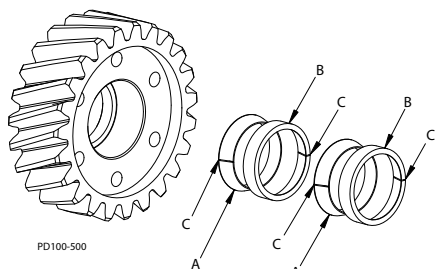

Рисунок 60 - Устройство блокировки в сборе
3. Элементы блокировки (Рисунок 61, пункт 25, подробно описанные в Рисунок 60) состоят из щелевого внутреннего кольца и щелевого наружного кольца. Для правильного исполнения элементы должны собираться в следующем порядке: внутреннее кольцо (А), наружное кольцо (В), внутреннее кольцо (А), наружное кольцо (В); с прорезями в кольцах (позиция С), которые отклоняются на 180° от того, как показано в Рисунок 60.